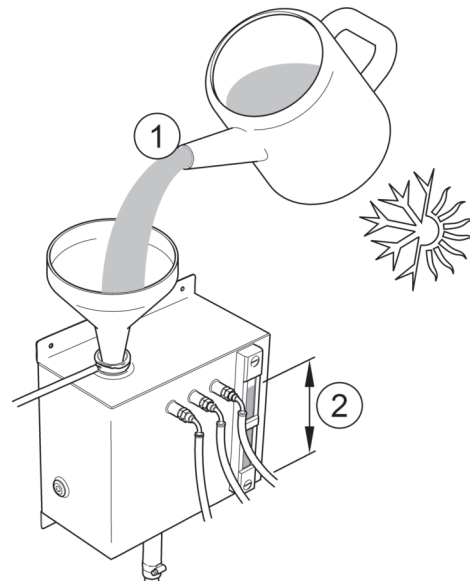

Figure 34
- 4 Remplissez le vase d'expansion d'un mélange antigel à 20 % (figure 34, repère 1) pour le fonctionnement normal (50 % pour des conditions extrêmes) jusqu'au point maximum indiqué par le viseur de niveau (repère 2).